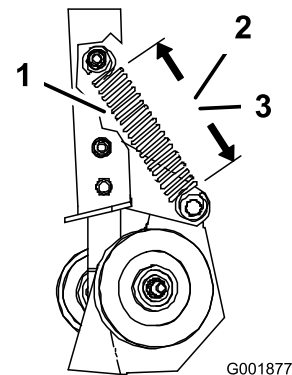
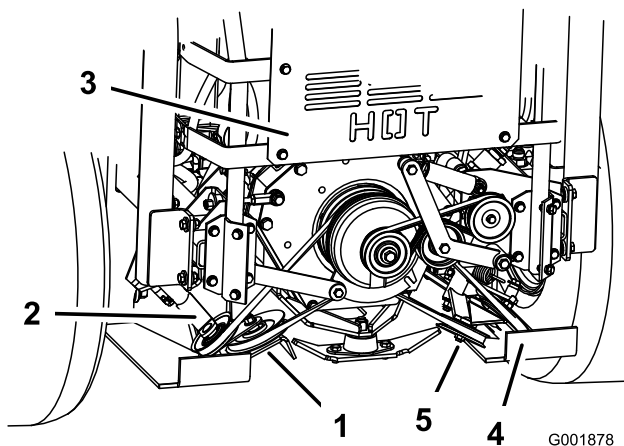

Figura 63
Figura 64
3. Mida la longitud del muelle. Compruebe que las espirales del muelle de la polea tensora tensada con muelle tiene las medidas indicadas a continuación (Figura 63 y Figura 64).
- Medida del muelle izquierdo: $14,6 \pm 0,3$ cm ($5-3/4 \pm 1/8$ pulg.) (Figura 63).
- Medida del muelle derecho: $14,0 \pm 0,3$ cm ($5-1/2 \pm 1/8$ pulg.) (Figura 63).
4. Si el muelle no tiene las medidas correctas, afloje la tuerca que sujeta la polea tensora ajustable para que pueda desplazarse hacia arriba y hacia abajo dentro de la ranura (Figura 64).
5. Alivie la presión en la polea tensora tensada con muelle (Figura 64).
6. Posicione la polea inferior ajustable en la ranura y apriete la tuerca (Figura 64).
7. Compruebe que la espiral del muelle de la polea tensora tensada con muelle tiene las medidas correctas (Figura 63).